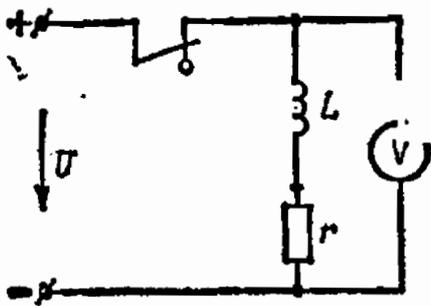

Рис. 7.6
7.6. Для измерения напряжения на зажимах катушки, сопротивление которой $r = 20 \text{ Ом}$ и индуктивность $L = 1 \text{ Г}$, включен вольтметр по схеме рис. 7.6. Сопротивление вольтметра $r_v = 10 \text{ кОм}$. Можно ли, не отсоединяя вольтметр от катушки, при помощи ключа отключить катушку от сети напряжением $U = 100 \text{ В}$?